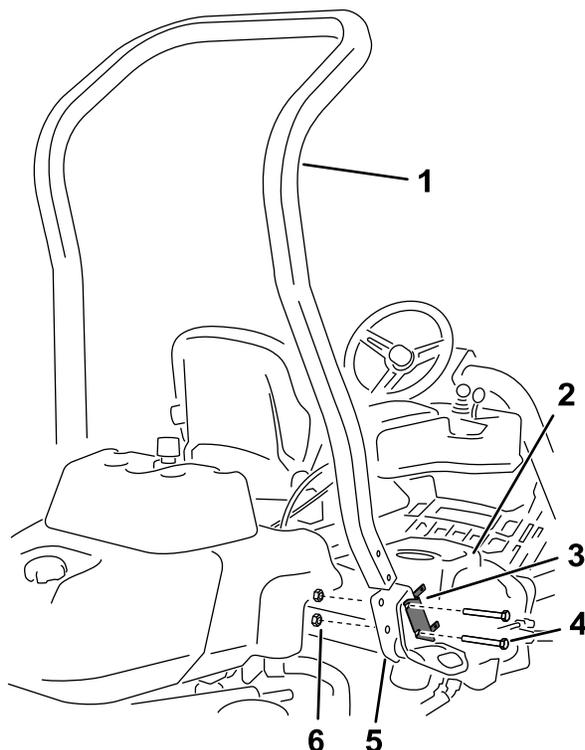

図 3
4. 図3に示すように、ヒューズブロックブラケットをROPSブラケットに固定しているボルト2本を外す。